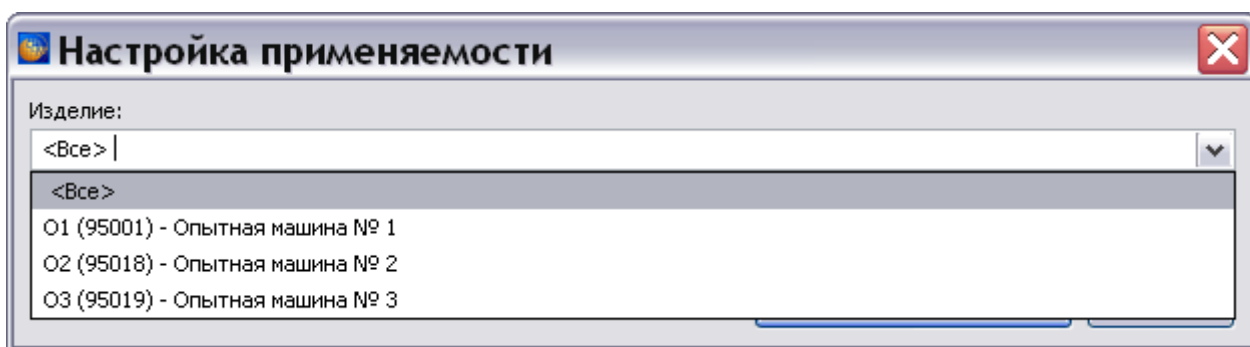

Рис. 184
- Из раскрывающегося списка поля **Изделие** выберите экземпляр изделия (Рис. 184). В списке представлены данные справочника экземпляров изделий.